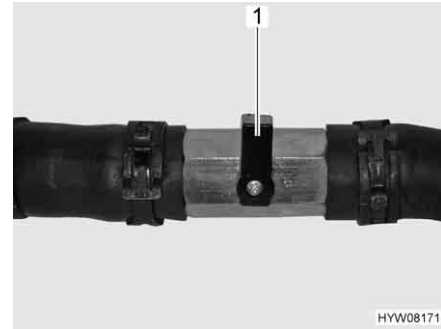

Fig. 199 Torneira de passagem fechada
- Coloque a alavanca (Fig. 199,1) transversalmente em relação à tubagem.